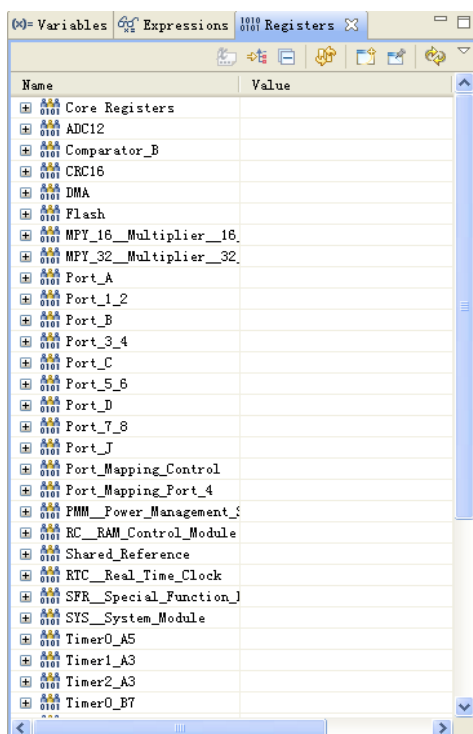

图 1.25 寄存器查看窗口
(5) 点击菜单 View→Registers，可以查看到寄存器的值，如图 1.25 所示。